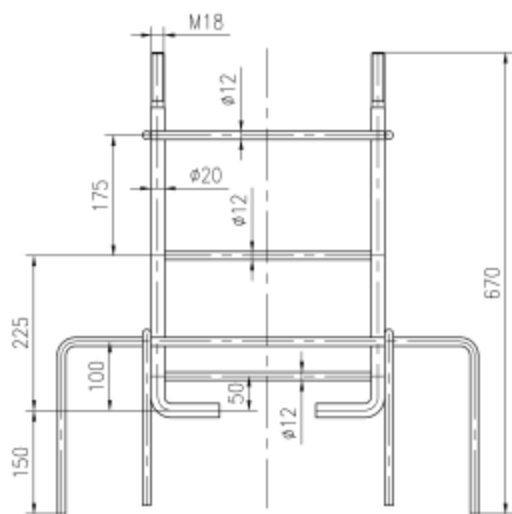

图1
1) JMA-13X腰背按摩器的安装方式为预埋式，即采用预埋架（如图1）将器材固定；其对安装器材的土质要求如下：在距地表800mm深度以内其土质不低于强度中等的土质要求（注：GB/T 50145-2007《土的工程分类标准》 5.1.2 干强度试验：将一小块土捏成土团，风干后用手指捏碎、掰断及捻碎，并应根据用力的大小进行区分：稍用力即可捏碎或掰断为干强度中等。）